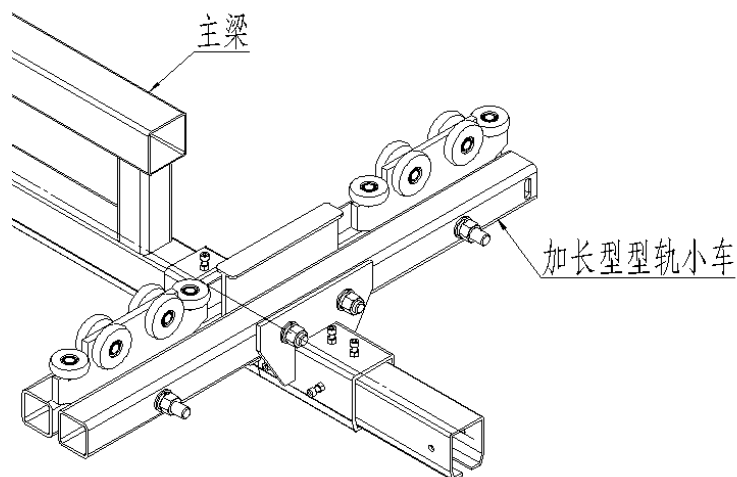

图 3E
- 3.12 将承重板放置在型轨小车的两个方管之间并穿入螺栓（图 3E）。
- 3.16 将一个型轨小车滑套在主梁的电源供给端（请参考总装图，确定型轨小车的位置。型轨小车的套管与主梁上第一个垂直构件的距离为 50mm），并紧固到位（如图 3E）。